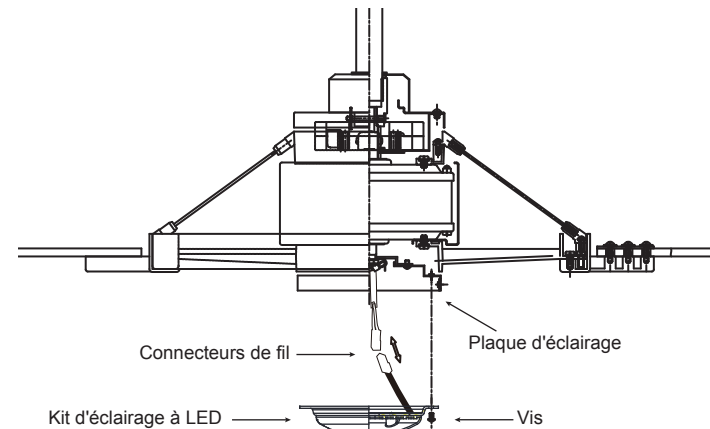

Fig. 17
Étape 1. Desserrez les trois vis de montage sur le kit d'éclairage à LED. (Fig.17)
Étape 2. Tout en retenant le kit d'éclairage à LED sous le moteur du ventilateur, effectuez les connexions.(Fig. 17)
Étape 3. Rangez les connexions soigneusement dans le kit d'éclairage. Placez les trous en forme de serrure sur le kit d'éclairage à LED sur les 2 vis précédemment de la plaque d'éclairage, tournez le dit d'éclairage à LED jusqu'à ce qu'il se bloque au niveau de la section étroite des trous en forme de serrure. Fixez en serrant les trois vis. (Fig.17)